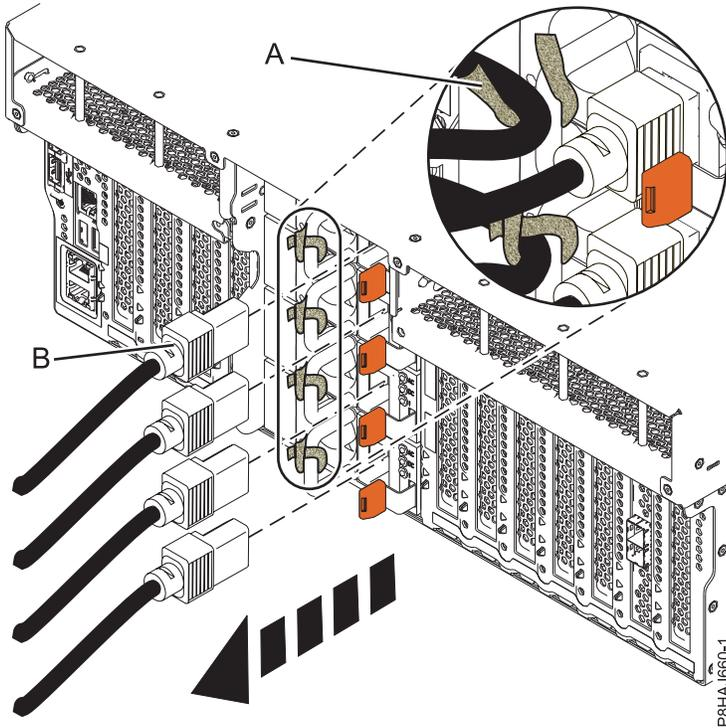

Figura 16. Extracción de los cables de alimentación de un sistema 8247-42L, 8286-41A o 8286-42A
3. Desconecte los cables de alimentación (**B**) de la unidad del sistema. Consulte la Figura 16 en la página 42, la Figura 17 en la página 42 o la Figura 18 en la página 43 según el tipo de sistema.